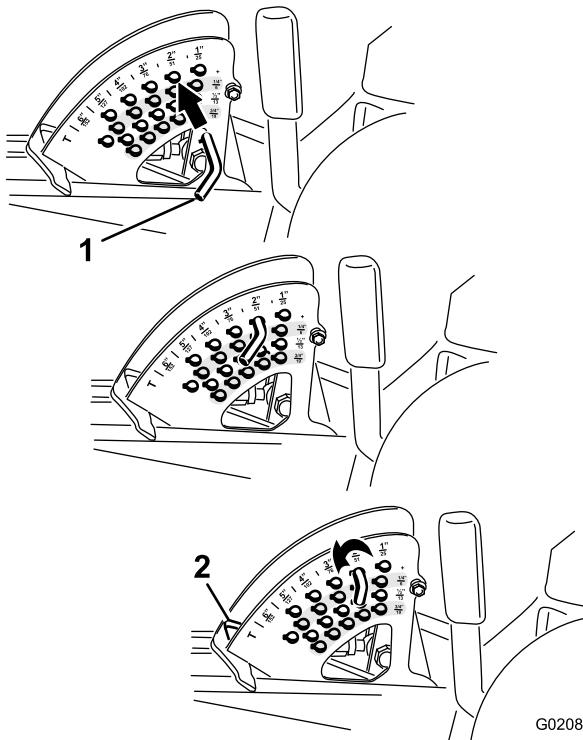

Рисунок 26
2. Чтобы отрегулировать высоту скашивания, поверните стопорный штифт так, чтобы цилиндрический штифт внутри него совпал с прорезями в отверстиях кронштейна высоты скашивания, затем извлеките штифт (Рисунок 26).
3. Выберите отверстие в кронштейне высоты скашивания, соответствующее необходимой высоте скашивания, вставьте штифт и, нажимая на него, поверните до фиксации в отверстии (Рисунок 26).
**Примечание:** В кронштейне есть четыре ряда отверстий (Рисунок 26). Верхний ряд обеспечивает высоту скашивания, указанную над штифтом. Второй ряд обеспечивает указанную высоту скашивания плюс 6 мм. Третий ряд обеспечивает указанную высоту